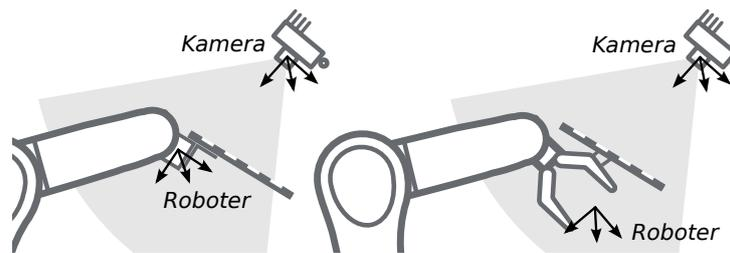

Abb. 6.18: Alternative Montageoptionen für die Befestigung des Kalibrieramusters am Roboter
6.17 und Abb. 6.18 angegeben, angebracht werden.
Bemerkung: Für das Modul zur Hand-Auge-Kalibrierung spielt es keine Rolle, wie das Kalibriermuster in Bezug auf das benutzerdefinierte *Roboter*-Koordinatensystem genau angebracht und positioniert wird. Das bedeutet, dass die relative Positionierung des Kalibrierhalters zu diesem Koordinatensystem weder bekannt sein muss, noch für die Kalibrierroutine relevant ist (siehe in Abb. 6.18).